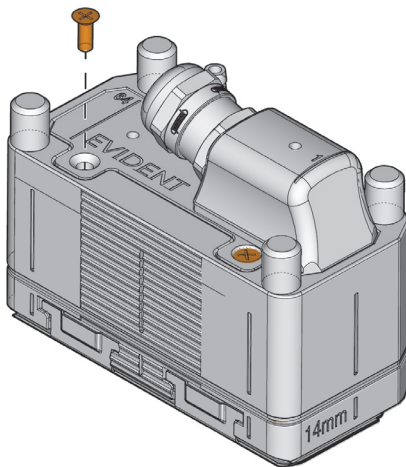

图 5-5 固定探头的螺钉
2. 拆下将探头固定到探头托架上的4个螺钉（参见第73页的图 5-5）。